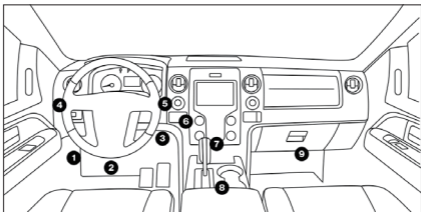

Figure 3.1.2
- Die meisten DLCs des Fahrzeugs befinden sich an einer der in Abbildung 3.1.2 gekennzeichneten Positionen. Einige DLCs haben eine Plastikabdeckung, die vor dem Anschließen entfernt werden muss, und einige sind in der Nähe des Sicherungskastens versteckt. Wenn Sie beim Auffinden des DLC auf ein Problem stoßen, beziehen Sie sich bitte auf das Servicehandbuch des Fahrzeugs oder kontaktieren Sie uns mit spezifischen Fahrzeuginformationen (z. B. VIN).